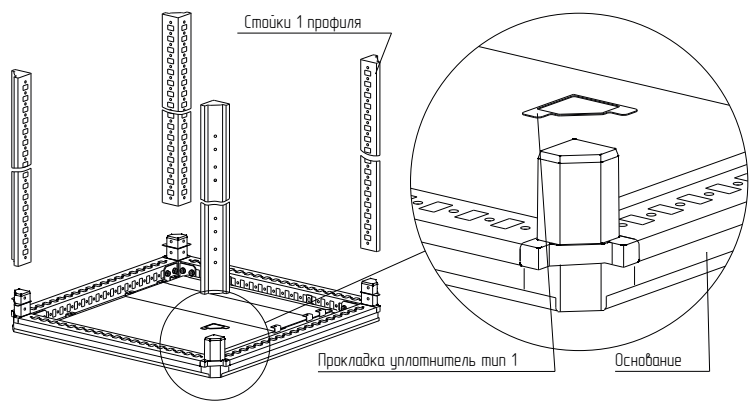

Рисунок 1
- 4.1.3 Надеть сверху на основание четыре прокладки уплотнителя тип 1 и стойки 1 профиля (рисунок 1).